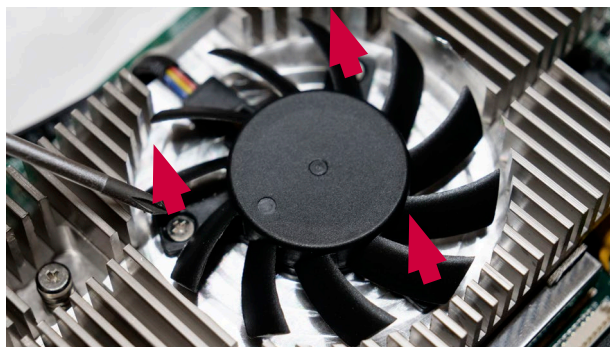

图 29 拆卸风扇上的螺钉
- b) 拧松将风扇固定到位的三个螺钉 (图 29)
- f) 插入并拧紧固定风扇的三个螺钉 (最大扭矩为 0.3 Nm) (见图 29)